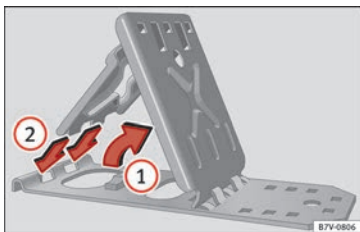

Fig. 101 Déplier les cales pliantes.
- Levez la plaque d'appui » fig. 101 ①.
- Introduisez les deux « agrafes » de la plaque de fixation dans les orifices allongés de la plaque de base ②.